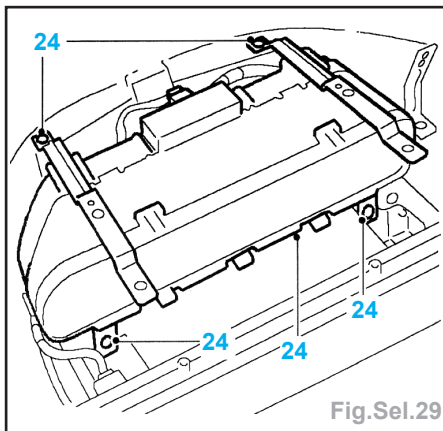

Fig.Sel.29
- Faire passer le faisceau (23) dans le tableau de bord et le déposer.
- Déposer les 4 vis (24) du groupe d'instruments et déposer ce dernier (Fig.Sel.29).